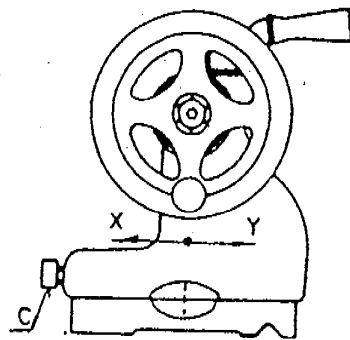

Figura 6
1. La broca debe estar alineada con el eje al material. Caso contrario, corrija el alineamiento por medio de tornillos de regulación del cabezal móvil ( Figura 6 ).